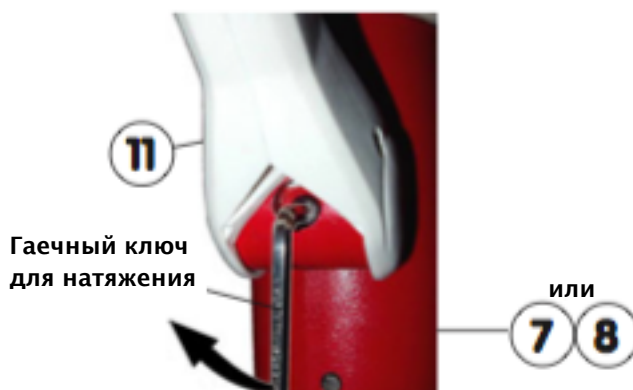

Рис. 4
- накладки для ног (4), детали «лебединая шея» (13), деталь для кронштейна (17), шарниры (18), фиксирующие гайки (12) и ручки (11) (опущены).
- визуальный осмотр фиксации и состояния жерди (15).
3. Обслуживание жерди (15) в случае обнаружения неисправности:
- Снимите крепежные элементы (19) + (20), очистите (остатки магнезии), смажьте колпаки, установите жердь (15) обратно.
4. После интенсивного использования выдвижные стойки (9) могут перестать обеспечивать правильное расположение жерди (15). В таком случае требуется отрегулировать замок внутри ручки (11):
- Поднимите ручку (11), затяните фиксирующий винт (12) поворотом максимум на 1/8 (см. Рис. 4).
- Опустите ручку (11), осторожно повторите эти действия до достижения оптимального натяжения.